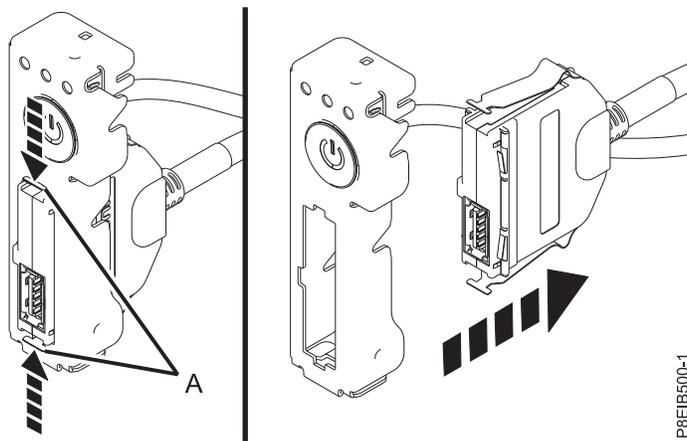

図 69. 電源スイッチからの前面 USB ケーブルおよびコネクタの取り外し
10. コネクタのラッチ・リリース (A) を押して、電源スイッチから前面 USB ケーブルおよびコネクタを切り離します。図 69を参照してください。